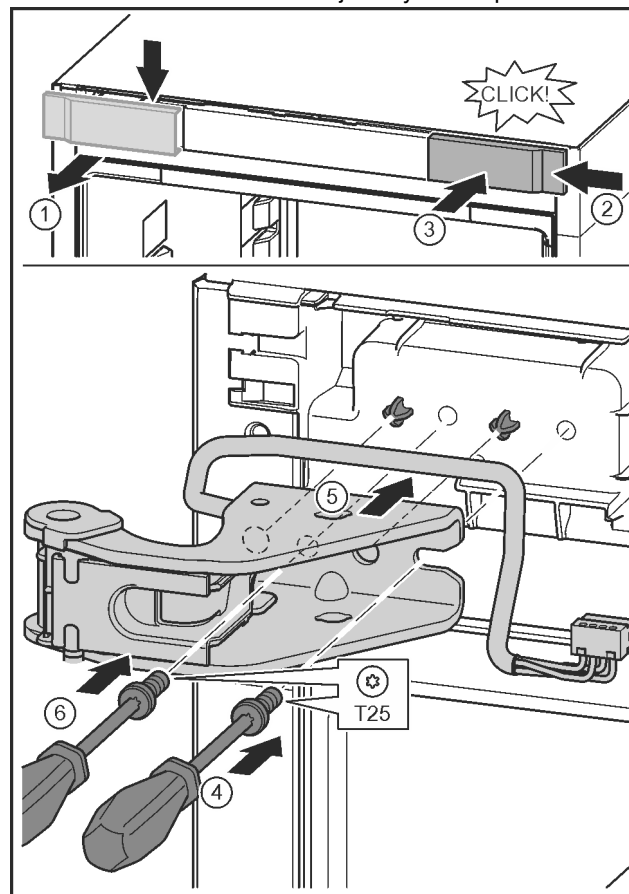

Fig. 33
- ▶ Uvoľnite kryt a odoberte ho z boku. Fig. 33 (1)
- ▶ Kryt zaveste na druhú stranu sprava otočený o 180°. Fig. 33 (2)
- ▶ Kryt zaklapnete. Fig. 33 (3)
- ▶ Skrutkovačom T25 nasadíte skrutku. Fig. 33 (4)
- ▶ Nasadíte hornú ložiskovú konzolu. Fig. 33 (5)
- ▶ Skrutku pevne zaskrutkujete. Fig. 33 (4)
- ▶ Skrutku nasadíte a pevne zaskrutkujete skrutkovačom T25. Fig. 33 (6)